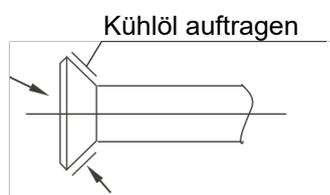

Abb. 5.1
- b. Bestreichen Sie die Außenfläche der Dichtung und die konische Fläche der Überwurfmutter mit Öl (es muss verträgliches Klimaanlage-Motoröl dieses Typs sein) und schrauben Sie sie mit 3 bis 4 Umdrehungen von Hand auf (Abb. 5.1) bevor die Bördelmutter aufgeschraubt wird.